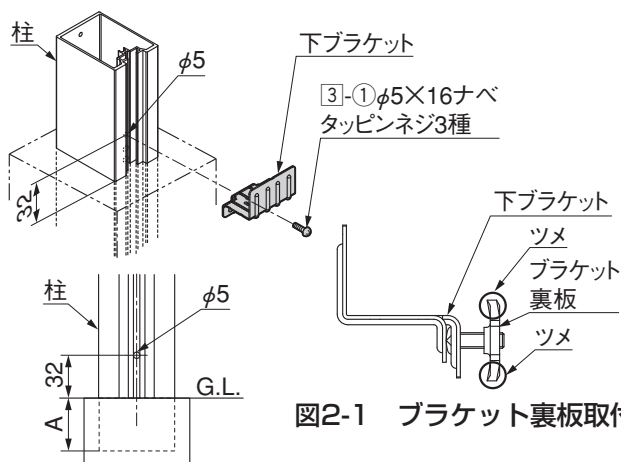

図2-1 ブラケット裏板取付図
- ブラケット裏板には表裏があります。角部にツメが立っている側を下 Bracket に向けてください。(図2-1参照)